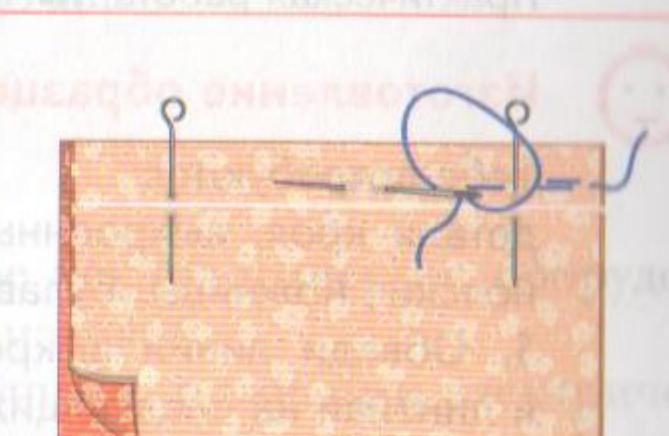

Рис. 94 Сметывание двух деталей
- Выполнить ручную закрепку. Проложить строчку прямых ручных стежков, отступив от намеченной линии шва на 1 мм в сторону среза детали, чтобы сметочные строчки не попали при дальнейшей работе под строчки машинных стежков (рис. 94).
- Сметай отдельно обе пары деталей «Образец стачного шва», прокладывая временную строчку на расстоянии 1 мм от линии шва в сторону срезов (см. рис. 94).